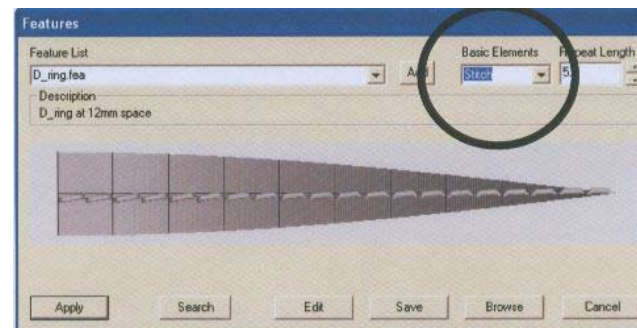

Рис. 91
- Из списка выберите шов или базовый элемент как основу для вашего нового шва (рис. 91), например, stitch (стежок).